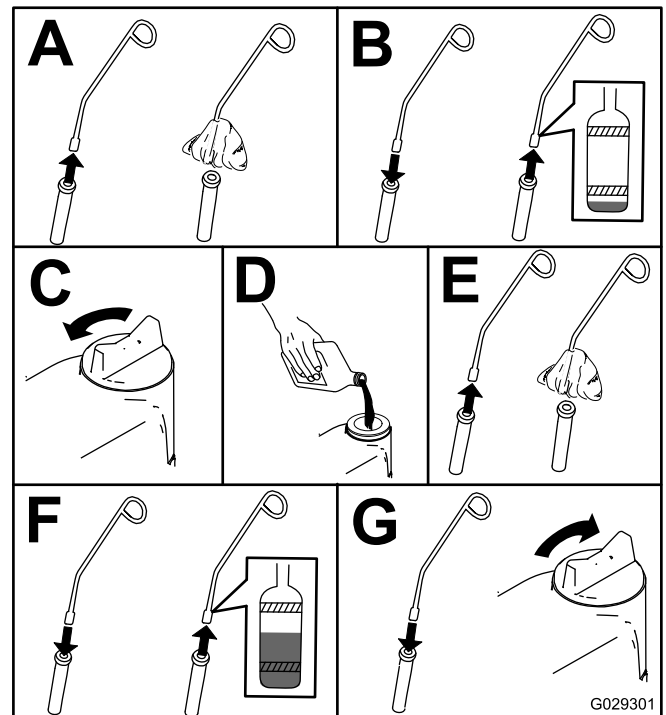

Bild 42
4. Kontrollieren Sie den Ölstand wie in **Bild 42** gezeigt.